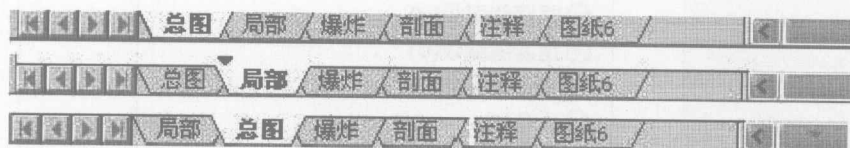

图 1-7 图纸重新排序
**2. 图纸重新排序** 图纸可以直接通过拖拽的方式重新排序。这种方法也可以用在 FeatureManager 和页标签上, 如图 1-7 所示。按住 Ctrl 键, 可以选择多张图纸。